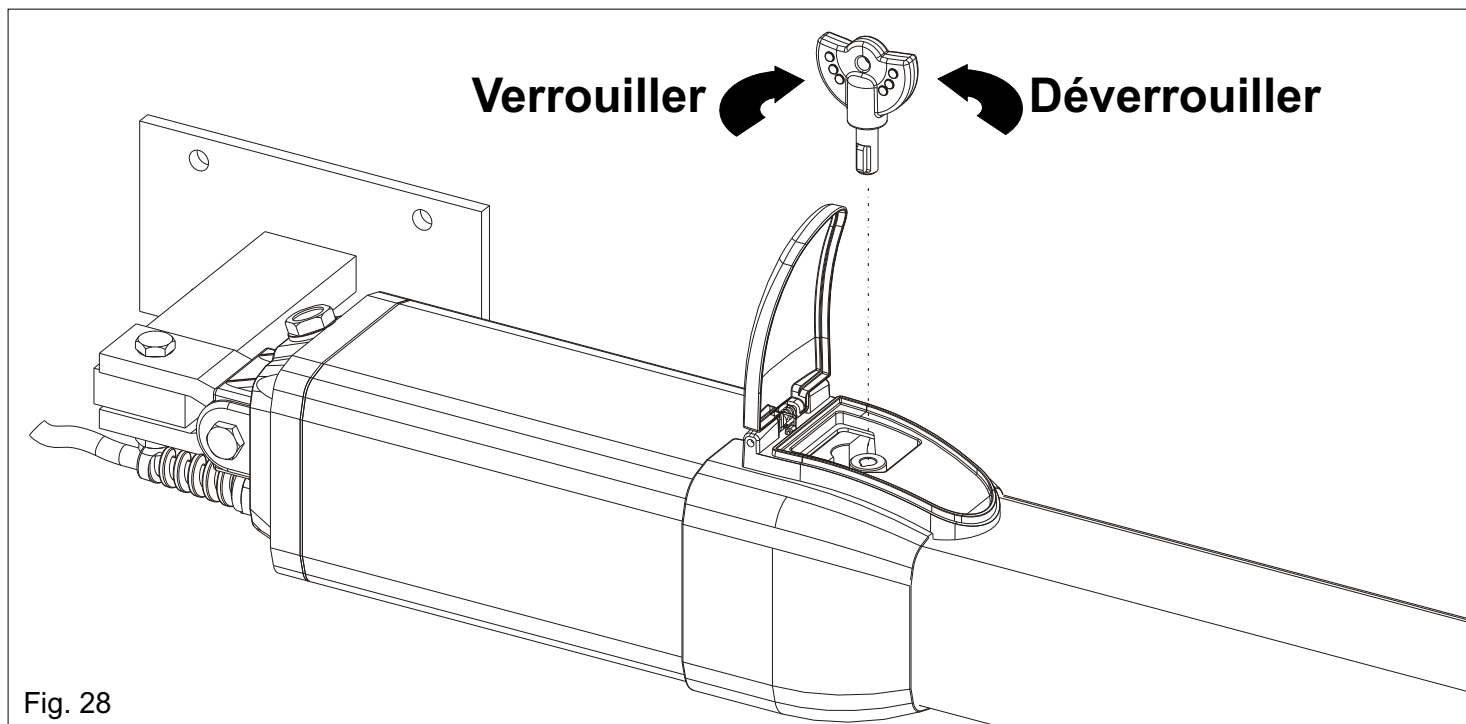

Fig. 28
-Insérer la clef et la tourner de 180 ° en sens anti-horaire (Fig.28).
-Insérer la clef et la tourner en sens horaire jusqu'à son arrêt (Fig.28).